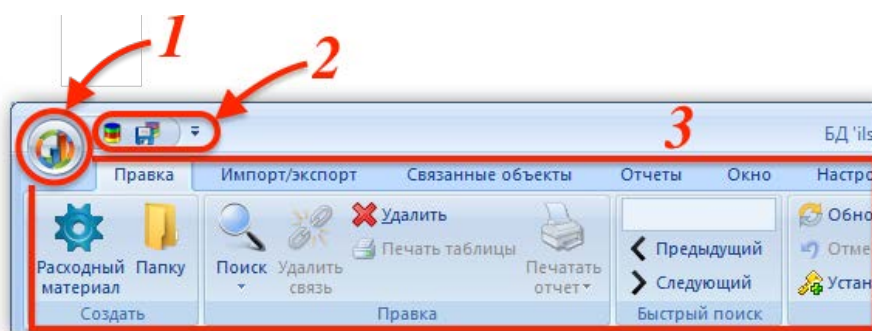

Рис. 5-2 – Область управления главного окна ILS Suite
– *Управляющая кнопка* для открытия основных рабочих окон или группы окон (1 на рис. 5-2).
– *Панель быстрого доступа* (2 на рис. 5-2);
– *Лента* управляющих элементов (3 на рис. 5-2). Управляющие элементы на ленте объединены в панели управления и вкладки. Набор управляющих элементов на ленте (панелей управления, вкладок) определяется типом активного рабочего окна.
Кнопки на функциональных вкладках объединяются в группы (панели) (3 на рис. 5-2). При переключении между вкладками рабочего окна становятся активными соответствующие панели управления на ленте.
Часть функций находится в выпадающем меню управляющей кнопки, которая расположена в левом верхнем углу окна программы ILS Suite (1 на рис. 5-2). Меню управляющей кнопки содержит следующие пункты: